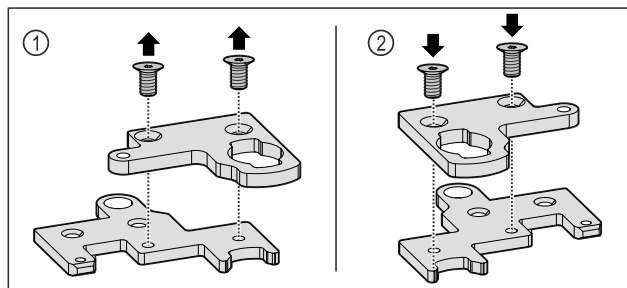

Fig. 34
- Ta isär den tvådelade gångjärnsvinkeln. Fig. 34 (1)
- Sätt ihop den tvådelade gångjärnsvinkeln vriden 180° igen. Fig. 34 (2)